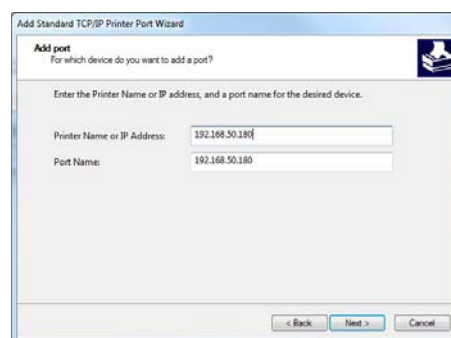

Abbildung 43: IP Adresse des Druckers
- Nun geben Sie die genau IP Adresse des Druckers ein und klicken Sie auf "Weiter >" (Siehe Abbildung 43. Diese Abbildung zeigt nur eine beispielhafte IP Adresse. Stellen Sie sicher dass Sie die richtige IP Adresse ihres Druckers eingeben).
Die unnötigen "0" Stellen der IP Adresse dürfen nicht in dem Fenster (Abbildung 43) eingegeben werden! Ist die IP Adresse nicht korrekt eingegeben, dann keine Verbindung zum Drucker hergestellt werden. Beispiel: